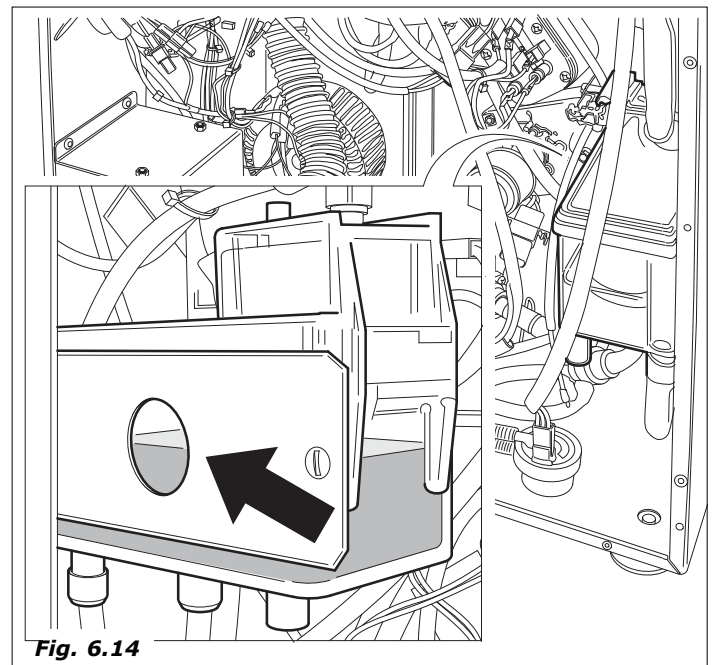

Fig. 6.14
- après inspection depuis le hublot de la présence d'eau à l'intérieur du bac (Fig. 6.14), la colonne gobelets partira pour le remplissage, et le groupe café fera un tour d'essai.